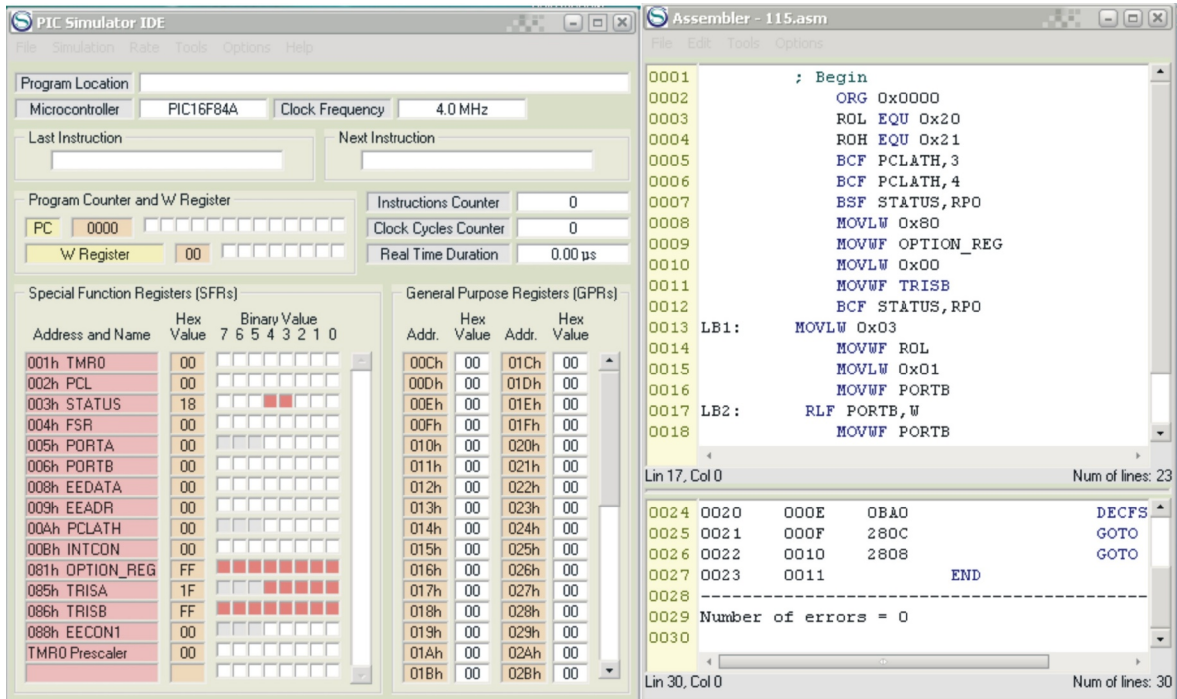

Рис. 13. Інтерфейс симулятора з виконуваною програмою та її лістингом після компілювання
6. Натиснути Tools і у вікні, що розкриється – Assemble. В нижній половині вікна Assembler з'явиться лістинг відкомпільованого файлу (рис. 13);